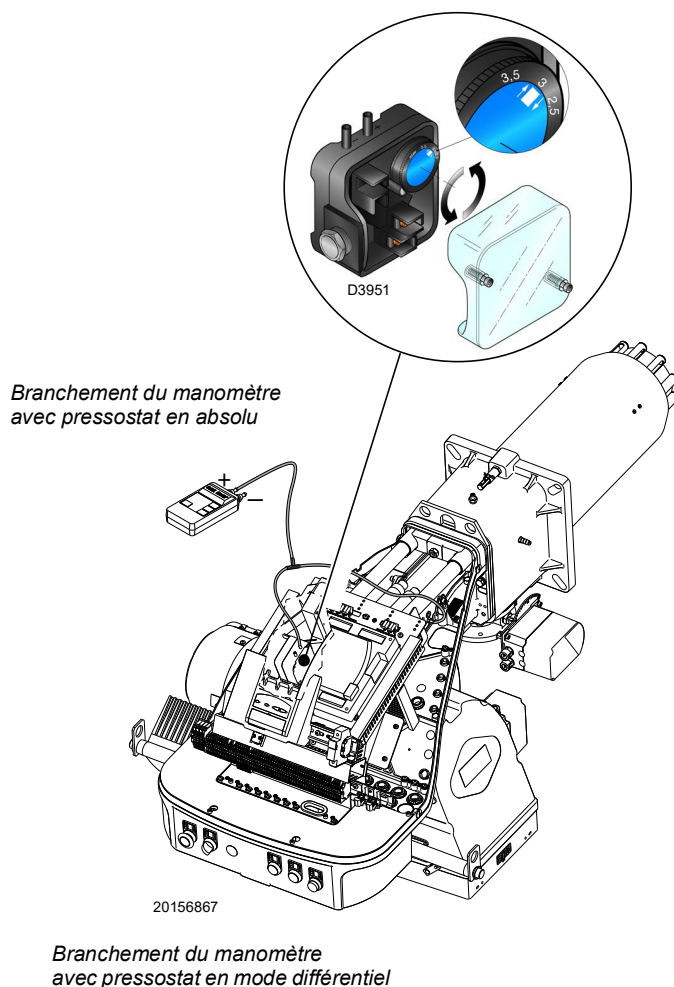

Fig. 28
- Régler le pressostat air (Fig. 28 à la page 31) en début d'échelle.
Effectuer le réglage du pressostat air (Fig. 28) après tous les autres réglages du brûleur avec le pressostat d'air réglé en début d'échelle.
Le raccordement du manomètre est illustré dans la Fig. 28. La configuration standard est celle du pressostat air raccordé en absolu. A remarquer la présence d'un raccordement en « T » non fourni.
Dans ce cas, il faut également connecter en mode différentiel le manomètre, comme indiqué sur la Fig. 28.